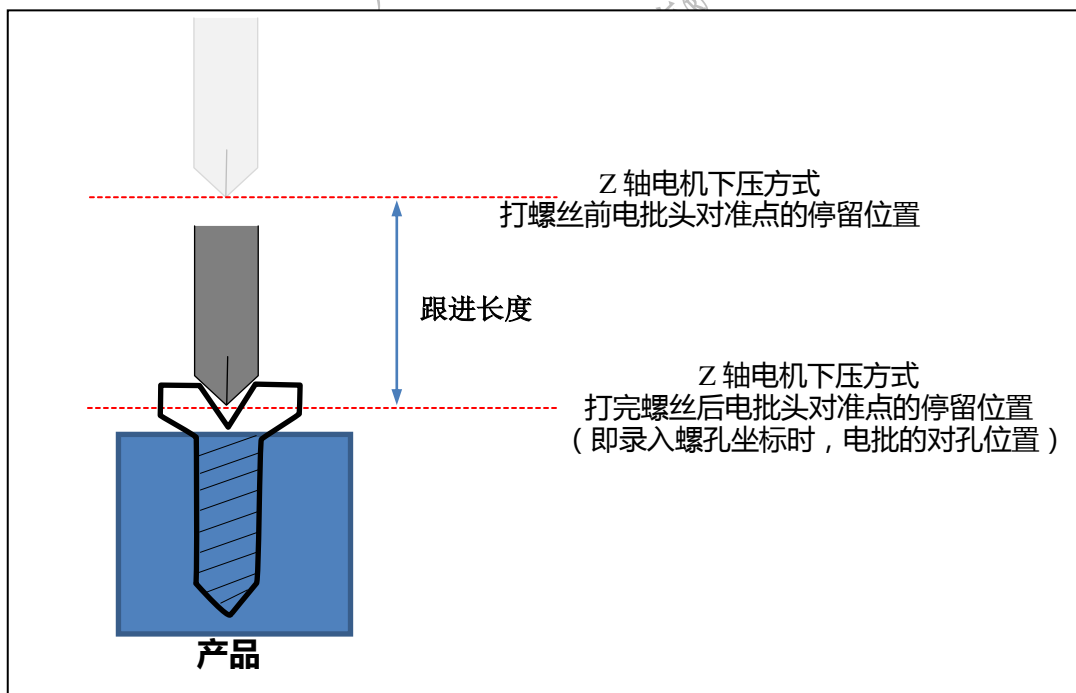

图 0.20 “Z 轴电机下压方式”打完螺丝后示意图
跟进长度(Z 轴电机下压方式)：①机器的“下压打螺丝方式”为“气动下压”时，此参数设置无效；②机器的“下压打螺丝方式”为“Z 轴电机下压”时，机器在打螺丝时，吸附有螺丝的电批先移动到螺孔表面的上方，此时螺丝尖处在螺孔口的表面上方，然后以“跟进速度”（该值在“导航界面”中的“速度与加速度”选项中设置）向下打螺丝，打进去的深度即为“跟进长度”。③跟进长度一般比螺丝的螺纹长度稍长，应根据实际情况调整。“Z 轴电机下压方式”打完螺丝后的示意图如图 0.20 所示。